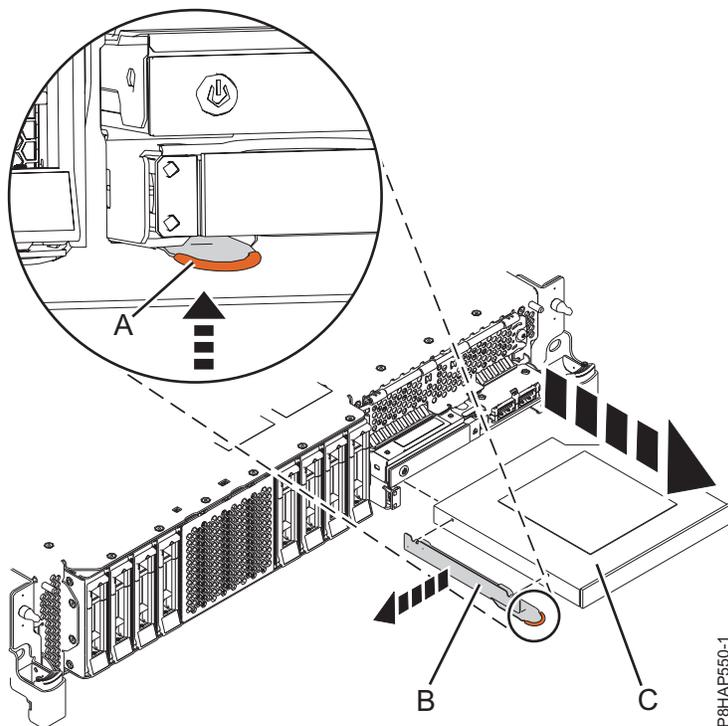
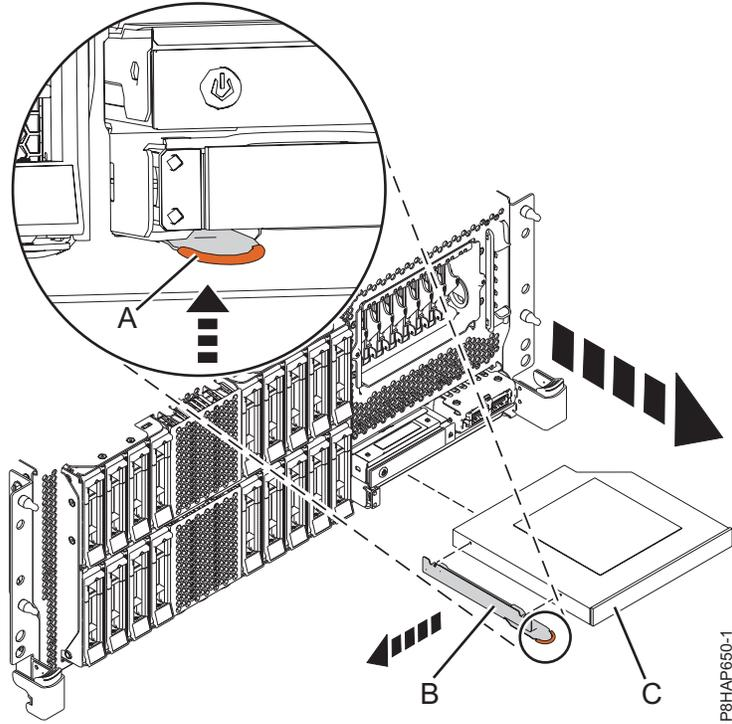
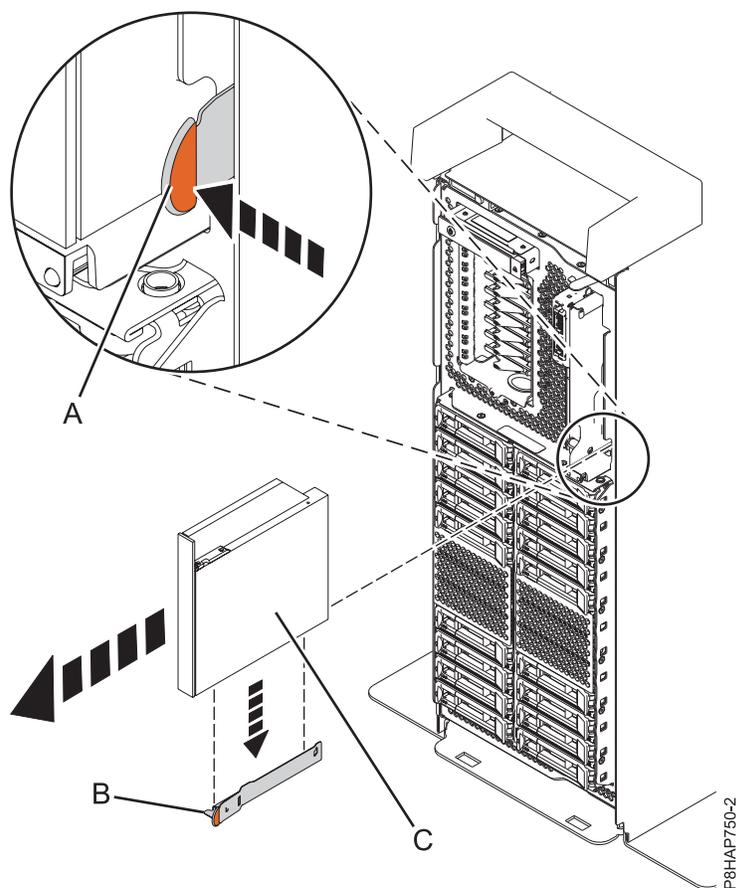

Figura 23. Remover um Dispositivo de suporte Slimline de um sistema 5148-21L, 5148-22L, 8247-21L, 8247-22L, 8284-21A ou 8284-22A
Figura 24. Remover um Dispositivo de suporte Slimline de um sistema montado em bastidor 8247-42L, 8286-41A ou 8286-42A
Figura 25. Remover um Dispositivo de suporte Slimline de um sistema autónomo
Para um sistema 5148-21L, 5148-22L, 8247-21L, 8247-22L, 8284-21A ou 8284-22A, consulte Figura 23, para um sistema montado em bastidor 8247-42L, 8286-41A ou 8286-42A, consulte Figura 24 na página 33 ou para um sistema autónomo 8286-41A, consulte Figura 25 na página 34.
3. Puxe o dispositivo de suporte Slimline (C) para fora do sistema, na direcção demonstrada em Figura 23 na página 32, Figura 24 na página 33 ou Figura 25.
4. Se estiver a remover o Dispositivo de suporte Slimline como parte de outro procedimento de assistência, não remova o suporte de fixação (B) do Dispositivo de suporte Slimline.
5. Se estiver a remover o Dispositivo de suporte Slimline avariado e a substituir por um novo Dispositivo de suporte Slimline, terá de remover o suporte de fixação (B) para utilizar com o novo dispositivo de suporte de dados. Remova o suporte de fixação ao agarrar o ponto para manuseamento terracota e ao puxá-lo para fora do dispositivo de suporte de dados conforme demonstrado em Figura 23 na página 32, Figura 24 na página 33 ou Figura 25.
6. Armazene o suporte de fixação (B) num local seguro.